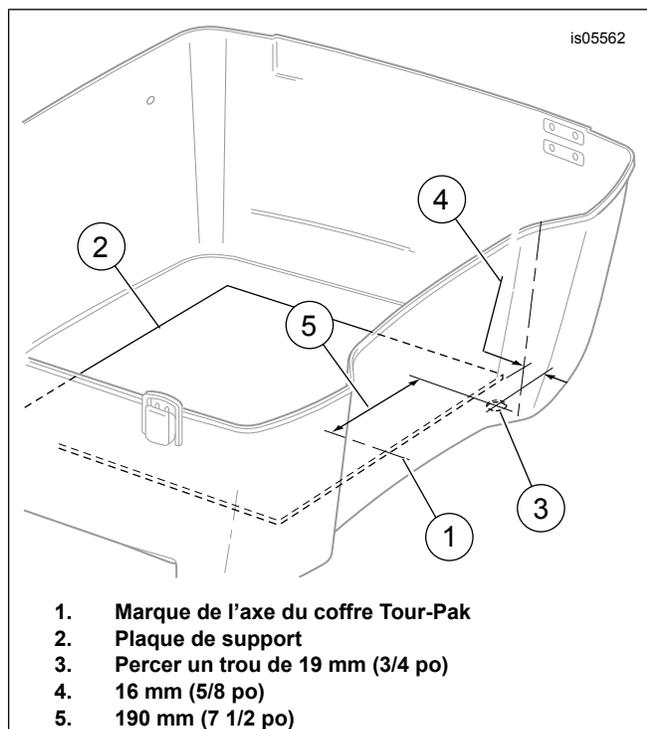
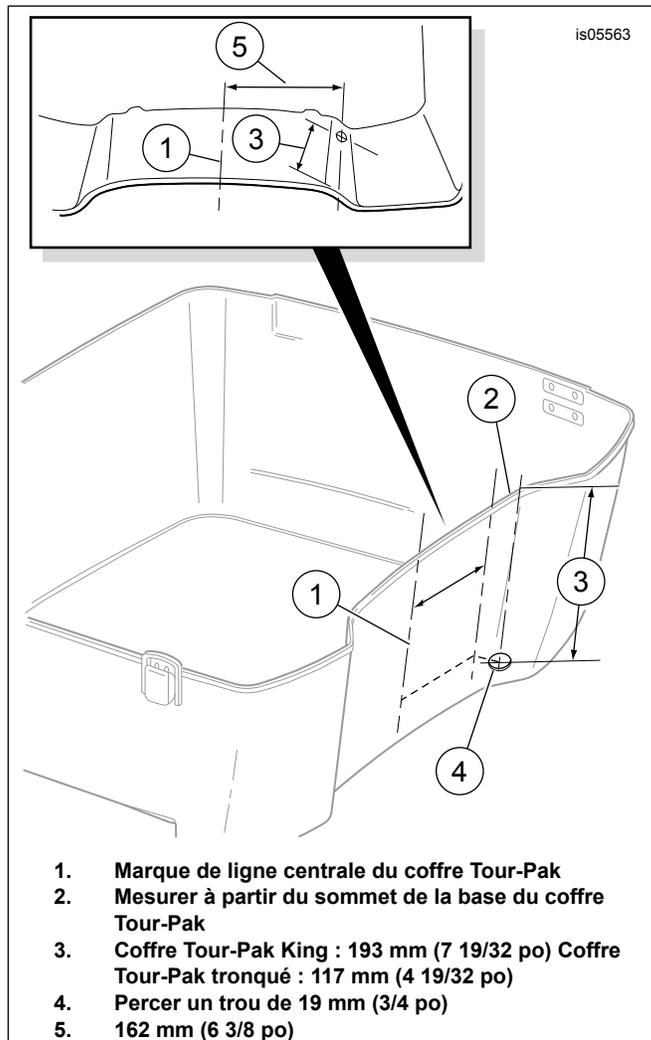

Figure 2. Emplacement de perçage de câble d'antenne AM/FM (Tour-Pak de type 1)
Figure 3. Emplacement de perçage de câble d'antenne AM/FM (Tour-Pak de type 2)
- a. Voir Figure 2. Mesurer et déterminer le centre (1) de la plaque de support (2) qui recouvre le fond du coffre Tour-Pak.
- c. Mesurer à nouveau et marquer le centre de la plaque de support (2) à l'avant du morceau de ruban, puis de nouveau près de l'arrière. Tracer une ligne droite entre les deux marques.
- d. En faisant face au ruban, mesurer 190 mm (7 1/2 po) (5) entre la ligne centrale et le côté gauche du fond du coffre Tour-Pak.
- g. Mesurer une distance vers l'avant de 16 mm (5/8 po) (4) à partir du bord avant de la plaque de support et tracer une ligne courte qui intersecte la ligne tracée à l'étape précédente.
- j. À partir du dessous du coffre Tour-Pak, percer un trou de 19 mm (3/4 po) (3) depuis l'extérieur du coffre Tour-Pak vers l'intérieur.
- l. Voir Figure 3. Mesurer et déterminer le centre (1) de la paroi avant intérieure du coffre Tour-Pak.
- o. En faisant face au ruban, mesurer 162 mm (6 3/8 po) entre la ligne centrale et le côté gauche de la paroi avant du coffre Tour-Pak. Ne pas suivre la courbure de la paroi, mais mesurer **perpendiculairement**. Voir l'encart de la Figure 3.
- q. Mesurer à nouveau et marquer le ruban à une **distance perpendiculaire** de 162 mm (6 3/8 po) (5) de la ligne centrale, près du sommet du morceau de ruban, et aussi près du bas du morceau de ruban. Tracer une ligne entre la marque de dessus et la marque de dessous.
- r. **Pour le Tour-Pak King** : Mesurer vers le bas une distance de 193 mm (7 19/32 po) (3) du bord supérieur du coffre Tour-Pak. **Pour le Tour-Pak tronqué** : Mesurer vers le bas une distance de 117 mm (4 19/32 po) (3) du bord supérieur du coffre Tour-Pak. Tracer une courte ligne horizontale perpendiculaire à la ligne verticale.
- u. À partir de l'extérieur du coffre Tour-Pak, percer un trou de 19 mm (3/4 po) (4) à travers du trou guide vers l'intérieur.